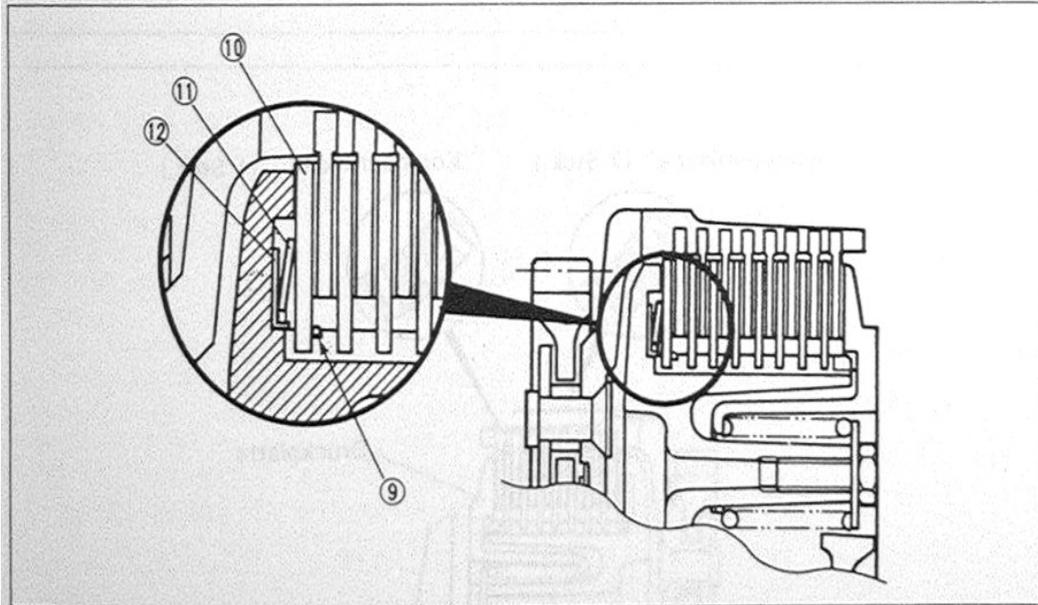

Bild 110
- Federsitz und Tellerfeder gemäss Bild 110 einsetzen.